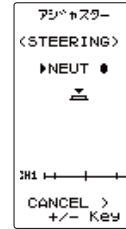

図 1
ニュートラルの設定画面(図 1)の状態、ステアリングスティックを左右に軽く弾いた後、スティックに触れない状態で J ボタンを押します。
まずニュートラルアジャスタースイッチを5:5の状態にします。ニュートラルの設定画面(図1)の状態、スロットルスティックを上下方向に軽く弾いた後、スティックに触れない状態で**①**ボタンを押します。